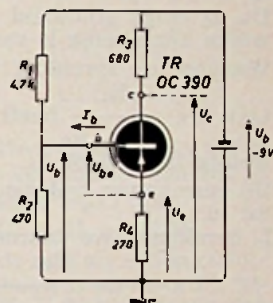

Fig. 1
In fig. 1 is de meest gebruikte instelmethode voor transistor-versterkertrappen getekend. De instelmethode volgens fig. 1 heeft als voornaamste kenmerk, dat de instelspanningen en -stromen vrijwel onafhankelijk zijn van de transistor-eigenschappen en van de temperatuur.
de stroomversterkingsfactoren, toch alle schakelingen hetzelfde instelpunt kan geven. Dit instelpunt is bovendien onafhankelijk van de temperatuur van de omgeving, waarin de schakeling wordt gebruikt. Met de instelmethode van fig. 1 is het dus niet mogelijk, dat het instelpunt gaat verlopen, waardoor het te versterken signaal wordt vervormd.
In fig. 1 wordt de collectorstroom nagenoeg uitsluitend bepaald door  $U_B$ ,  $R_1$ ,  $R_2$  en  $R_4$ . Dit geldt alleen, wanneer aan de volgende voorwaarden wordt voldaan.
De hier gegeven formules kunnen op elke schakeling, waarbij de instelling volgens fig. 1 plaats heeft, worden toegepast wanneer aan de onder a t/m c genoemde voorwaarden wordt voldaan. dan.
In de schakeling van fig. 1 worden nu de instelspanningen voor de tussen haken aangegeven waarden van de weerstanden en voor  $U_B = -9$  V berekend.  $U_b$  bedraagt volgens (1):